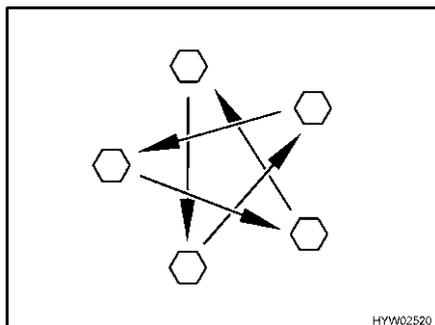

Fig. 209 Apretar las tuercas o los tornillos de las ruedas en forma de cruz
- Comprobar periódicamente que las tuercas o tornillos de las ruedas estén firmemente apretados. Reajustar en forma de cruz (Fig. 209) las tuercas o tornillos después de cambiar una rueda, al cabo de 50 km. Par de apriete, véase apartado 13.5.2.
- ▷ Apretar en forma de cruz las tuercas o los tornillos de las ruedas (Fig. 209).